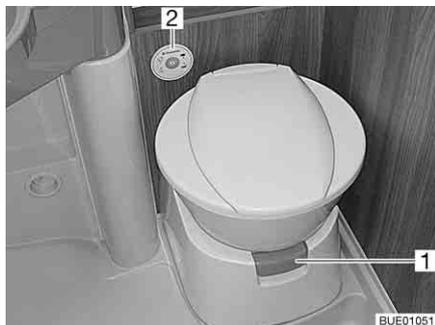
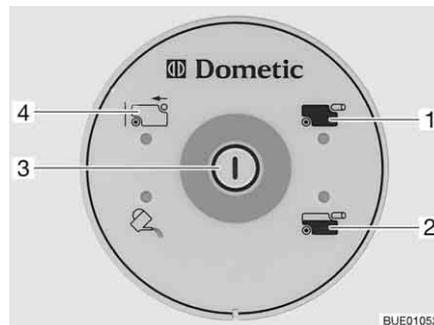

Bild 252 Toilettenschüssel mit Kontroll- und Bedieneinheit
Bild 253 Kontroll- und Bedieneinheit Toilette
Vor der Benutzung der Toilette etwas Wasser in die Toilettenschüssel laufen lassen. Dazu den Spülknopf (Bild 253,3) an der Kontroll- und Bedieneinheit (Bild 252,2) drücken.
- Vor dem Spülen den Schieber der Toilette öffnen. Dazu den Schieberhebel (Bild 252,1) herausziehen.
- Zum Spülen den Spülknopf (Bild 253,3) drücken.
Die Kontroll-Leuchte (Bild 253,2) leuchtet, wenn der Fäkalientank zu 3/4 gefüllt ist.
Die Kontroll-Leuchte (Bild 253,1) leuchtet, wenn der Fäkalientank entleert werden muss.
Die Kontroll-Leuchte (Bild 253,4) leuchtet, wenn der Fäkalientank entnommen ist.